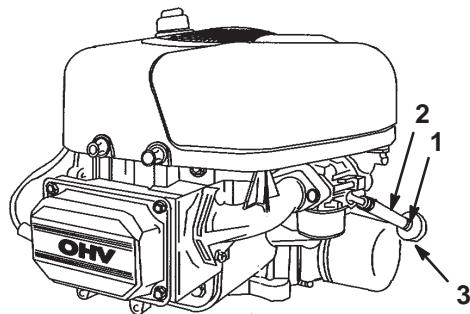

Bild 28
6. Öffnen Sie die Motorhaube und machen Sie den Kraftstofffilter ausfindig (Bild 28).
7. Drücken Sie die Enden der Schlauchklemme zusammen und schieben sie an der Kraftstoffleitung nach oben zum Kraftstofftank (Bild 28).
8. Ziehen Sie die Kraftstoffleitung vom Kraftstofffilter (Bild 28) herunter. Lassen Sie das Benzin in einen Benzinkanister oder eine Auffangschale ablaufen.
Tauschen Sie den Kraftstofffilter alle 100 Betriebsstunden oder mindestens einmal pro Jahr aus. Tauschen Sie den Kraftstofffilter am besten aus, wenn der Tank leer ist (Bild 28). Bauen Sie nie einen verschmutzten Filter wieder ein, wenn Sie diesen aus der Kraftstoffleitung entfernt haben.
- Drücken Sie die Enden der Schlauchklemmen zusammen und schieben diese weg vom Kraftstofffilter (Bild 28).